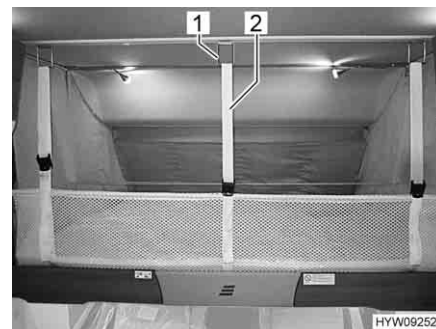

Fig. 100 Rete protettiva (letto basculante)
- Staccare le cinture di ritegno (Fig. 100,2) e sistemare la rete protettiva sotto il materasso.
- Agganciare le cinture di ritegno (Fig. 100,2) ai ganci (Fig. 100,1) del soffitto.